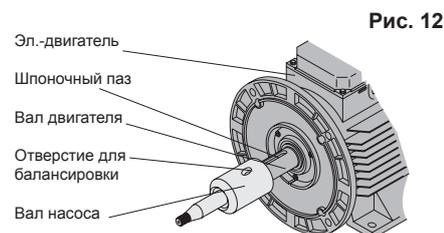

Рис. 12
9. См. рис. 12. Прежде, чем снова ставить вал насоса, удалить все загрязнения и смазку с вала двигателя и внутренних зажимных поверхностей муфты. Установить вал насоса, не прикрепляя его. Балансирное отверстие должно оказаться над шпоночной канавкой.